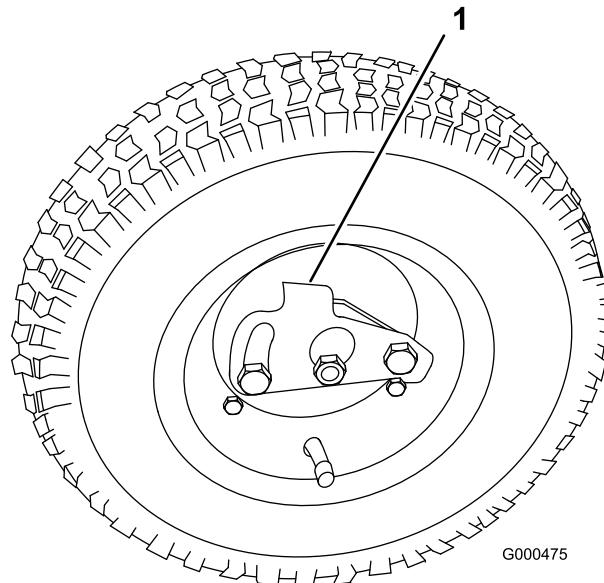

Figura 20
2. Premete la clip di bloccaggio verso il centro della ruota, e collocate quest'ultima sull'albero esagonale (Figura 20).